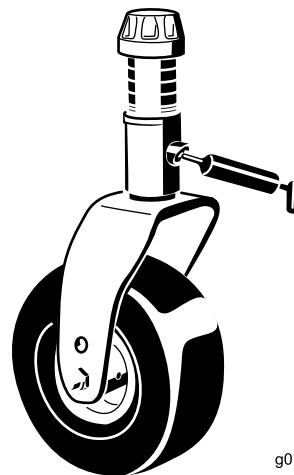

図 16
- ・ キャスタフォークのシャフトのベアリング2ヶ所(図 16)